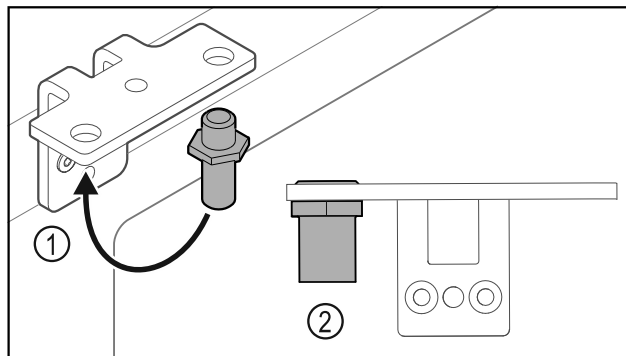

Fig. 31
- Vuelva a colocar los pernos Fig. 31 (1) en el soporte de la bisagra.
- Apriete los pernos Fig. 31 (2) con un **par de 12 Nm**.